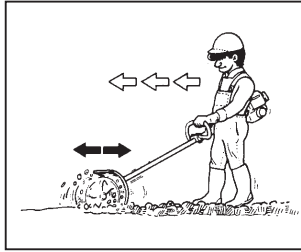

Fig. 5
- a. For standard tilling. Walk forward as pulling and pushing the unit little by little like using a vacuum cleaner. (Fig. 5)
- a. Beim normalen Pflügen laufen Sie langsam vorwärts, während Sie das Gerät ähnlich wie beim Staubsaugen Stück für Stück vor- und zurückbewegen. (Abb. 5)